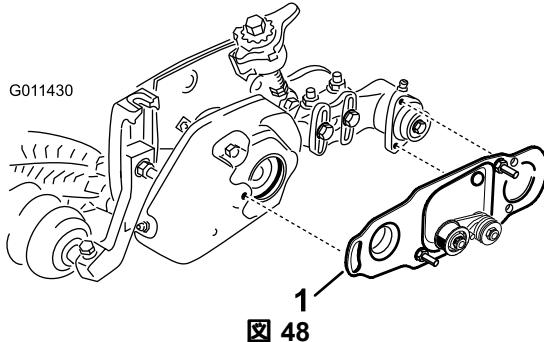

図 48
5. ローラブラシが付いている場合には、ブラシプレート図 48がカッティングユニットユニットのサイドプレートに平行であることを確認する。